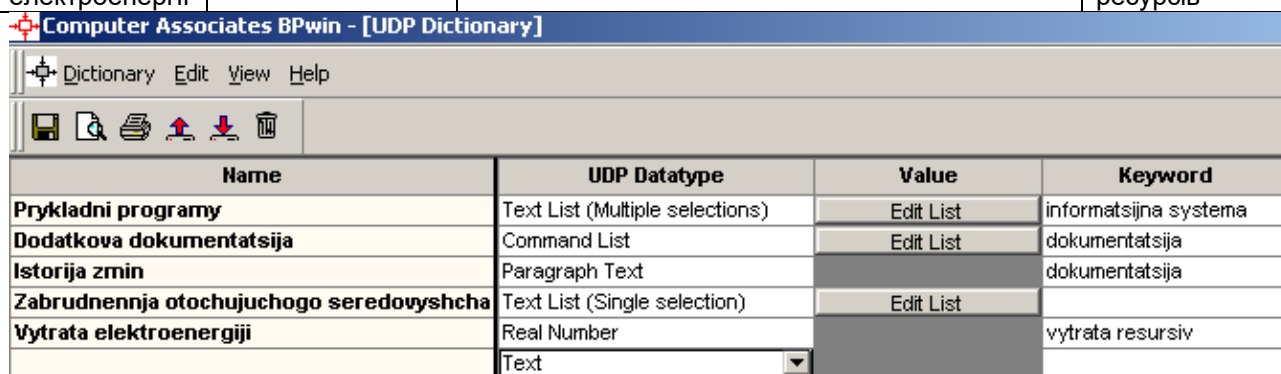

Рис. 5. Словник UDP.
3. Командою Dictionary – UDP відкрийте словник UDP і задайте відповідні значення з Таблиці 2. Для під'єднання до UDP ключового слова перейдіть до відповідного поля Keyword. Для UDP типу List необхідно в полі Value задати список значень. Для підтвердження вводу даних використовуйте табуляцію. На рис. 5 наведено словник UDP після вводу даних Таблиці 2.